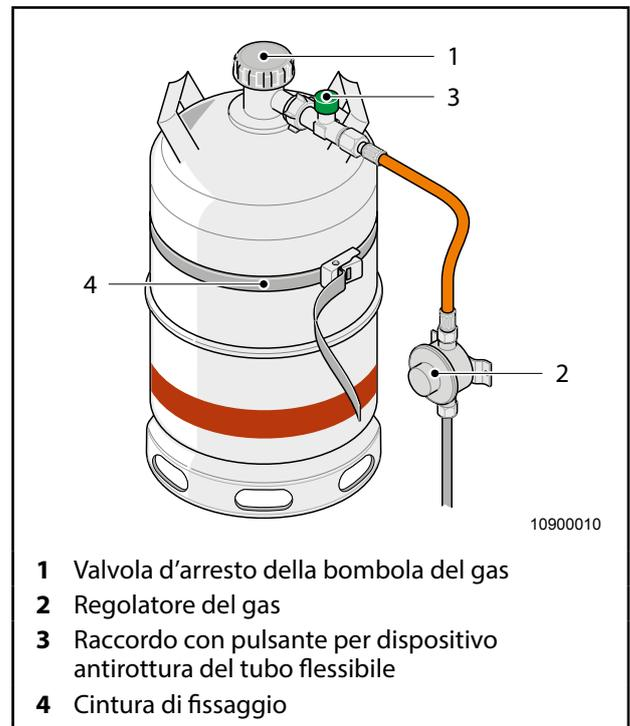

Fig. 31 Bombola del gas nel gavone portabombole
1. Chiudere la valvola d'arresto della bombola del gas (Fig. 31, pos. 1).
2. Svitare manualmente il raccordo con pulsante per dispositivo antirottura del tubo flessibile (Fig. 31, pos. 3) dalla bombola del gas (Attenzione: filettatura sinistrorsa).
3. Allentare la cinghia di fissaggio (Fig. 31, pos. 4) e rimuovere la bombola del gas vuota dal gavone portabombole.
6. Posizionare la bombola piena nel dispositivo di alloggiamento nel gavone portabombole e bloccarla con la cinghia di fissaggio (Fig. 31, pos. 4).
7. Svitare manualmente il raccordo con pulsante per dispositivo antirottura del tubo flessibile (Fig. 31, pos. 3) dalla bombola del gas (Attenzione: filettatura sinistrorsa).
8. Aprire la valvola d'arresto della bombola del gas (Fig. 31, Pos. 1).
9. Spingere a fondo il pulsante verde per dispositivo antirottura del tubo flessibile (Fig. 31, pos. 3).